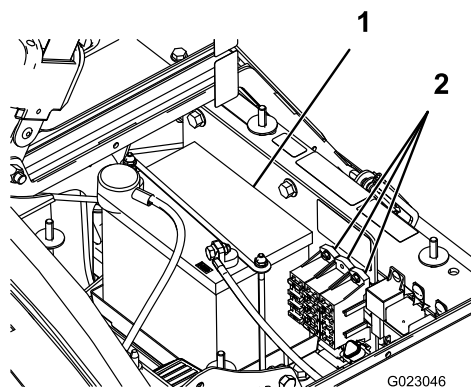

Figure 48
Le système électrique comprend 2 porte-fusibles et 1 emplacement libre. Ils sont situés sous le siège (Figure 48).
2. La batterie est située sur le côté droit de la machine, derrière la pompe (Figure 48).
5. Retirez le dispositif de retenue et les fixations de la batterie (Figure 48).
2. Posez le dispositif de retenue de la batterie et serrez-le avec les fixations retirées précédemment (Figure 48).
4. Posez le couvercle de la batterie et fixez-le à l'aide des 2 boutons (Figure 48).
1. Desserrez les boutons sur les côtés du bac de la batterie et enlevez le couvercle de la batterie (Figure 48).